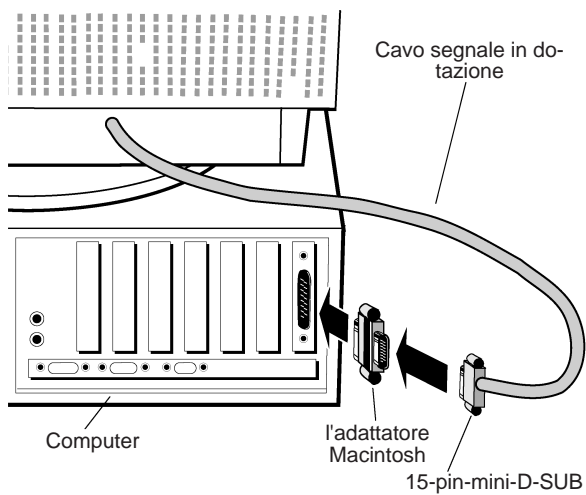

Figura B.1
**Per Mac:** Connettere l'adattatore Macintosh per il MultiSync A500+ o MultiSync A700+ al connettore video sul Macintosh (Figura B.1). Connettere il connettore 15-pin-mini-D-SUB al connettore sul computer (Figura B.1). Avvitare bene tutte le viti.